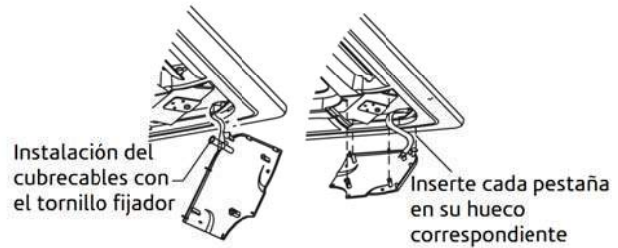

Fig. 5-16
- Puede modificar la altura de la unidad interior mediante aberturas en ellas cuatro esquinas del panel, si no se observa ninguna modificación de la elevación de la unidad interior y el tubo de drenaje (fig. 5-16-der)
(4) Cuelgue la rejilla de entrada de aire en el panel, conecte el terminador de plomo del motor oscilante y el de la caja de control con los terminadores correspondientes del cuerpo.
(5) Vuelva a colocar la rejilla de entrada de aire siguiendo el procedimiento en orden inverso.
(6) Vuelva a colocar la cubierta de instalación.